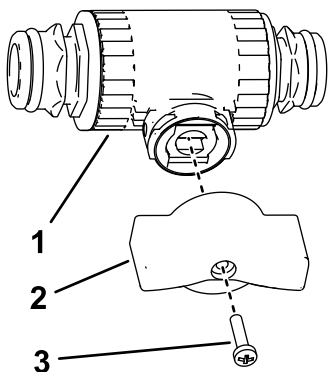

Figura 18
2. Montai mânerul fluture rou la supapa de control aa cum se arată în Figura 18.